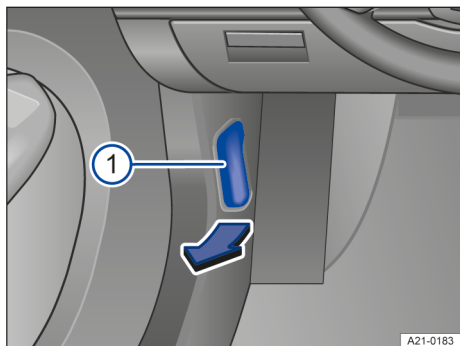

Fig. 179 En la zona reposapiés a la izquierda: palanca de desbloqueo del capó delantero (representación gráfica)
1. Antes de abrir el capó delantero, asegurarse de que los brazos de los limpiaparabrisas estén apoyados en el parabrisas → ①.
2. Abrir la puerta del conductor y tirar de la palanca de desbloqueo en la dirección de la flecha → fig. 179 ①.